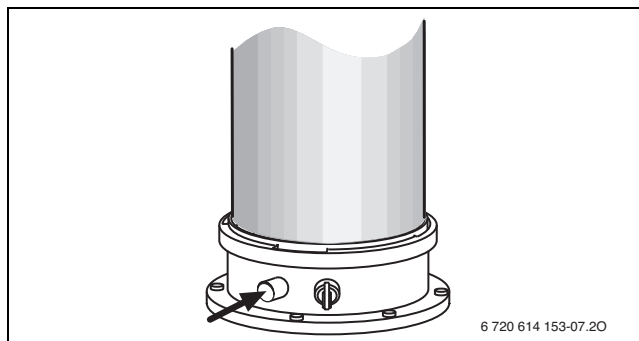

Fig. 36 Pieza de conexión para la medición de los gases de escape
- ▶ Abrir el tornillo de medición para la diferencia de presión de la válvula de gas (→ fig. 36, pág. 38).